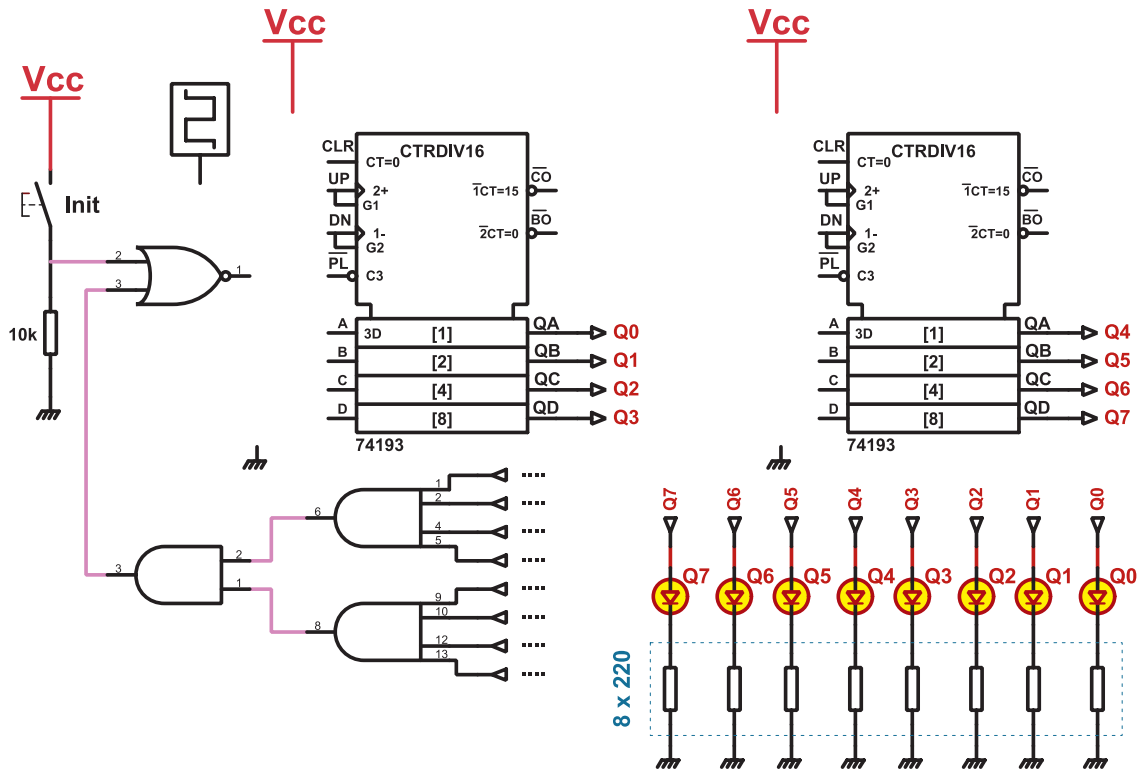

Figure 10
2.2. Compléter le montage de la figure 10 afin d'obtenir un décompteur modulo 24.